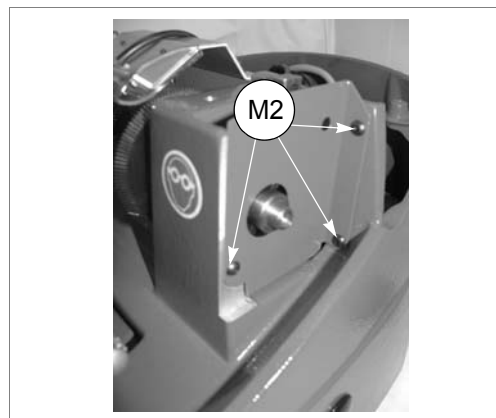

Fig. 21
- 4) Remova o cárter de protecção da correia desapertando os 3 parafusos (M2) (fig. 21).